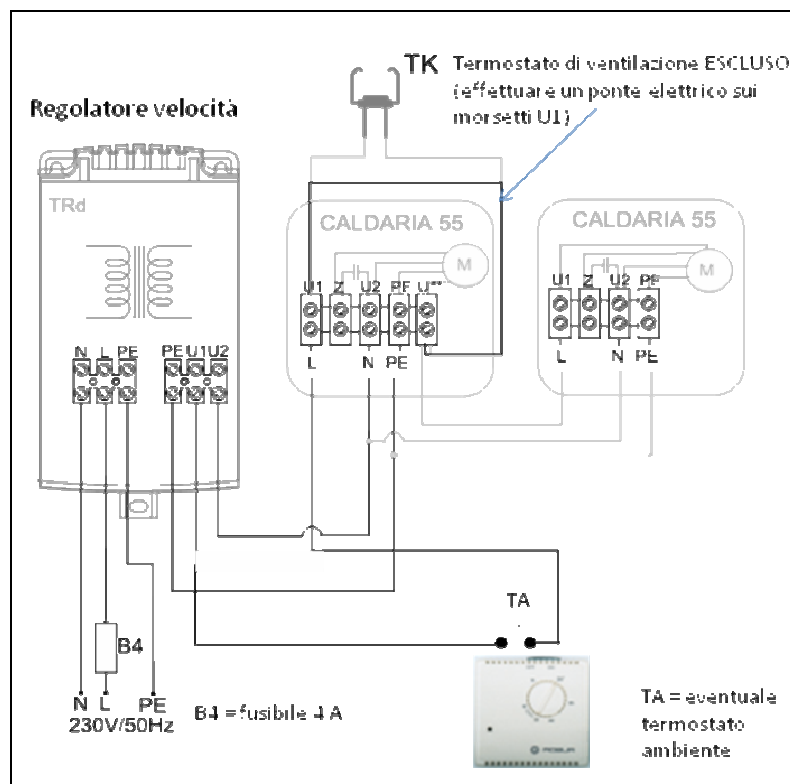

Figura 26
In caso di utilizzo della ventilante per il condizionamento (ingresso di acqua fredda alla batteria di scambio), per il funzionamento dei ventilatori sarà necessario escludere il termostato di ventilazione (TK), che interrompe l'alimentazione elettrica ai ventilatori in caso di bassa temperatura dell'acqua. Per garantire il funzionamento dei ventilatori, sarà necessario ponticellare i contatti del termostato direttamente sulla morsettiera del ventilatore, come indicato in Figura 26, oppure utilizzare un interruttore remoto (E/I estate contatto ponticellato, inverno contatto aperto).